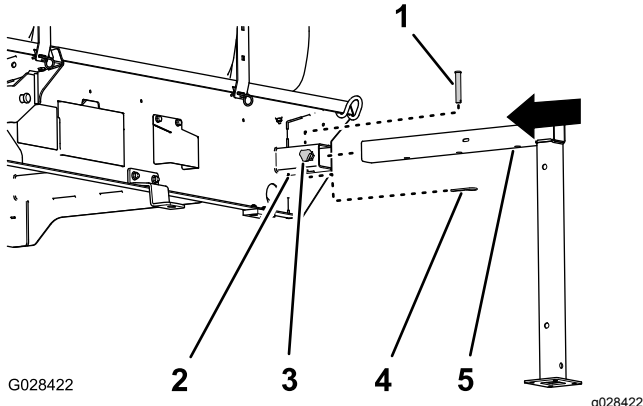

Figura 130
- Allineate il cavalletto anteriore con la sede per il cavalletto nella parte anteriore del serbatoio (Figura 130).
- Inserite il cavalletto nella sede apposita fino a che il foro centrale nel tubo orizzontale del cavalletto si allinea con il foro nella parte alta della sede apposita (Figura 130).
- Avvitate una manopola di bloccaggio nel ricevitore e serrate la manopola manualmente (Figura 130).